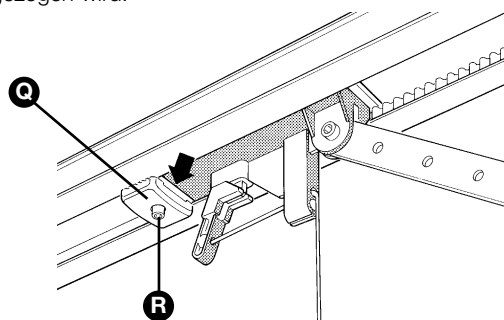

Abbildung 44
**10** Das Tor von Hand bis zum gewünschten Öffnungspunkt öffnen, den hinteren mechanischen Endanschlag **[Q]** neben den Wagen verschieben (Abbildung 44) und diesen blockieren, indem die Schraube **[R]** kräftig angezogen wird.